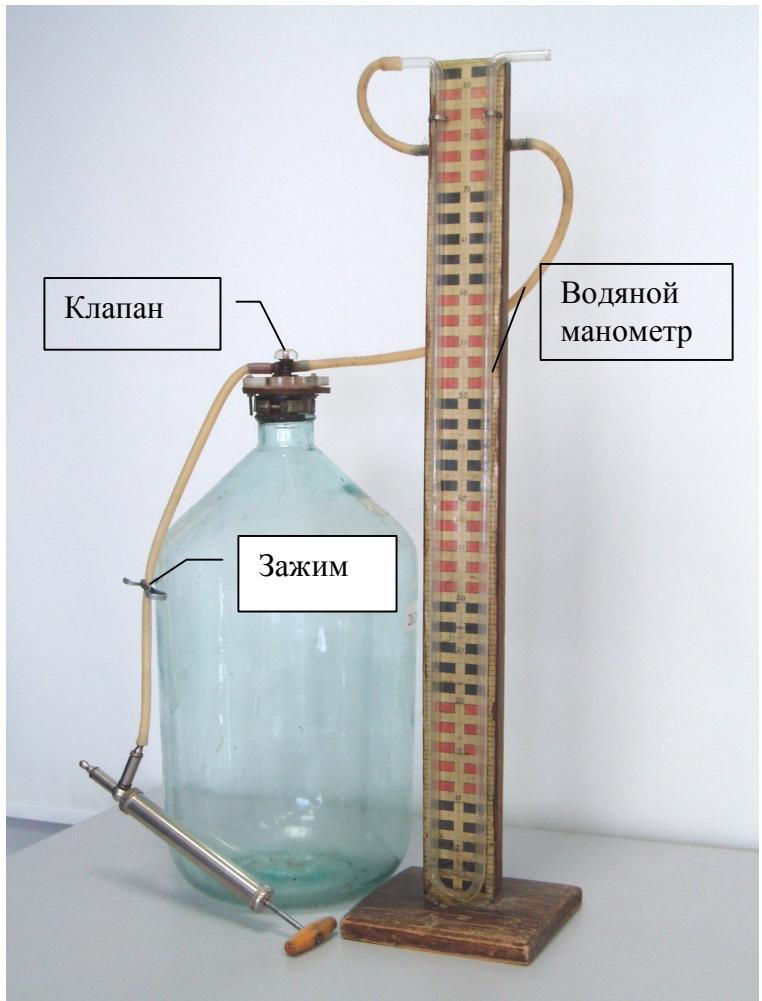
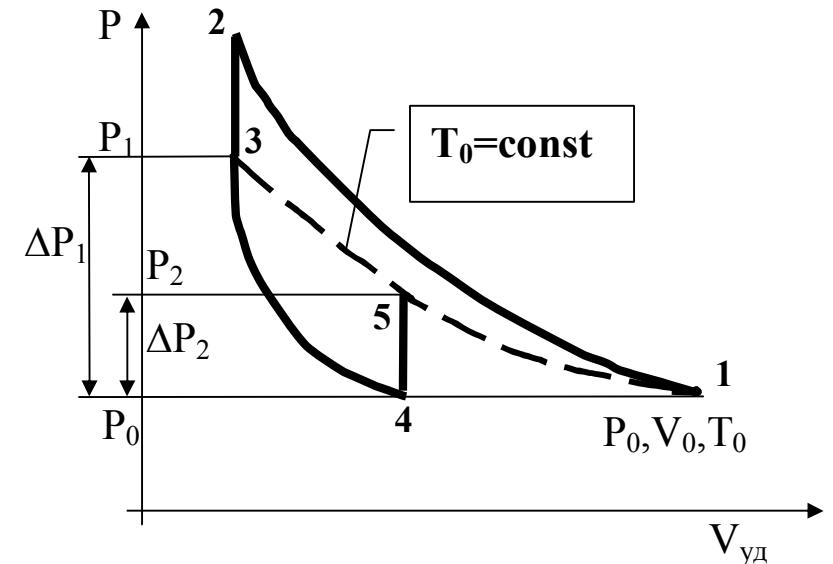

Рисунок 2.2 – Вид экспериментальной установки
Рисунок 2.3- Р-V_{уд} диаграмма процессов в газе
4.1 Накачать насосом в баллон воздух (процесс 1-2 на рис. 2.3) так, чтобы величина ΔP_1 , показываемая водяным манометром, составляла 20-25 см водяного столба. По возможности быстро закрыть зажимом подводящую трубку и подождать не менее двух минут, пока температура внутри баллона станет равной температуре окружающей среды.
1) в процессе 3-4 (см. рис. 2.3) клапан баллона должен быть перекрыт в момент, когда давление в баллоне станет равны P_0 (см. рис. 2.2);